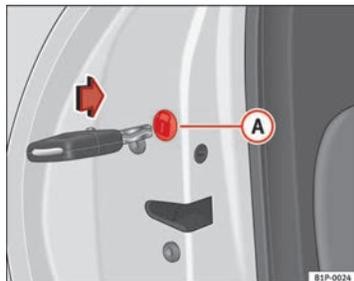

Fig. 60 Fecho de emergência das portas
Abra a porta e retire o tampão (A) ⇒ Fig. 60 que tem desenhado um cadeado. Ficará à vista uma peça circular e giratória com uma ranhura no centro. Introduza a chave na ranhura e rode a peça no sentido dos ponteiros do relógio nas portas direitas e no sentido contrário ao dos ponteiros do relógio nas portas esquerdas.